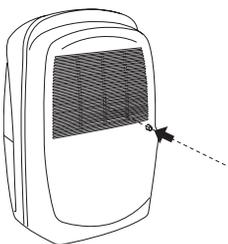

fig. 3
- 1) Taladre el interior de la boquilla de vaciado con una broca de taladro con un diámetro de 7 mm o, eventualmente, quite la parte precortada, ejerciendo presiones con un destornillador o con otra herramienta similar.(fig. 3).